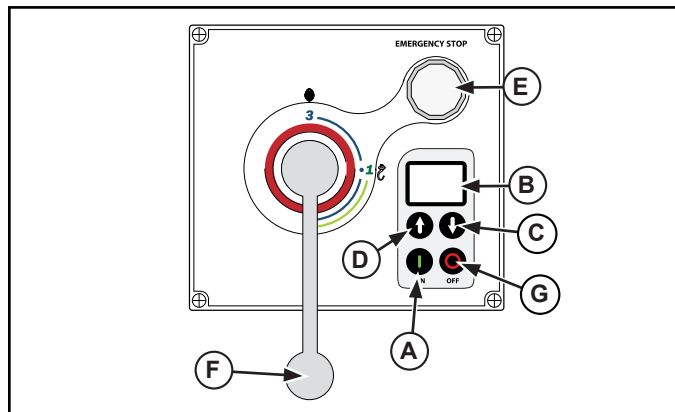

Abbildung 7. 44-l-Mixer – Bedienfeld.
- Die den Zutaten entsprechende Betriebsgeschwindigkeit einstellen. Die Drehzahl mit dem Geschwindigkeitswahlhebel (F) einstellen. Siehe Abbildung 7 oder 8.